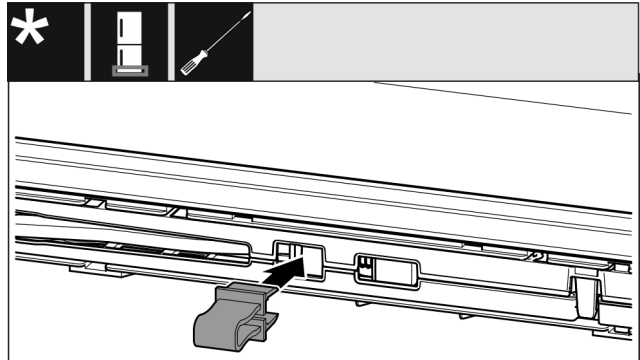

Fig. 14
- ▶ Nofiksējiet aizturi atverē Fig. 14 ().